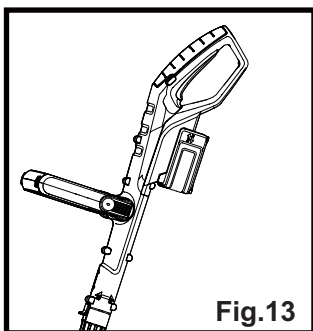

Fig.13
- Pulse el botón de liberación (22) del paquete de baterías (5) y sáquela del producto (fig. 13).